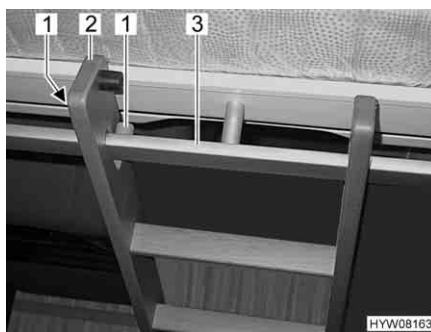

Fig. 56 Scaletta di accesso, agganciata
- Agganciare la scaletta di accesso (Fig. 56,2) con le due staffe nella barra di presa (Fig. 56,3) al letto basculante. Durante l'agganciamento fare attenzione che il longherone della scala venga posizionato tra i due dispositivi di fissaggio (Fig. 56,1). Questo serve a impedire che la scaletta di accesso scivoli di lato.
- Staccare la scaletta di accesso (Fig. 56,2) dalla barra di presa (Fig. 56,3) nel letto basculante.